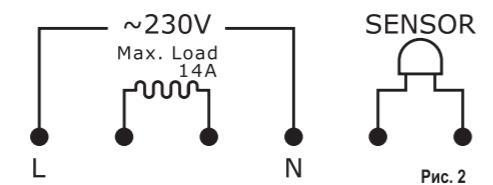

Рис. 2
2. В пружинных гнездах клеммника (см. Рис. 2) синего цвета SENSOR зафиксируйте (при помощи кнопок желтого цвета) концы проводов датчика t° пола. Полярность этих проводов значения не имеет;